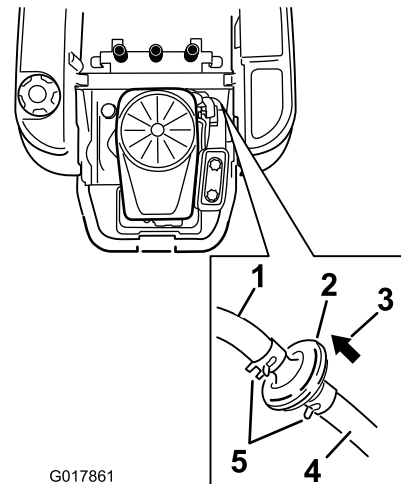

Figura 36
3. Sollevate il sedile per accedere ai filtri del carburante (Figura 36).
4. Premete le estremità delle fascette stringitubo ed allontanatele dal filtro (Figura 36).
Nota: Spostate le fascette stringitubo in prossimità del filtro (Figura 36) per bloccarlo.